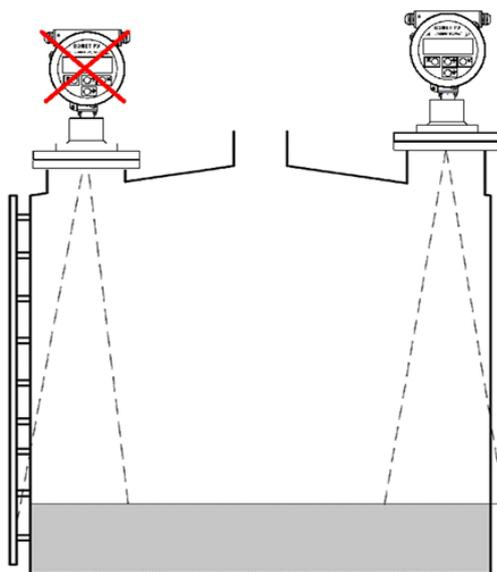

Рисунок 7 – Установка прибора на резервуар из радиопрозрачного материала
4.1.3.7 В случае применения прибора на резервуарах из радиопрозрачного материала (например, пластик), следует учитывать, что конструкции вне резервуара могут попадать в измерительный луч. Поэтому, при монтаже следует выбирать позицию уровнемера с учетом данного фактора (см. рисунок 7).